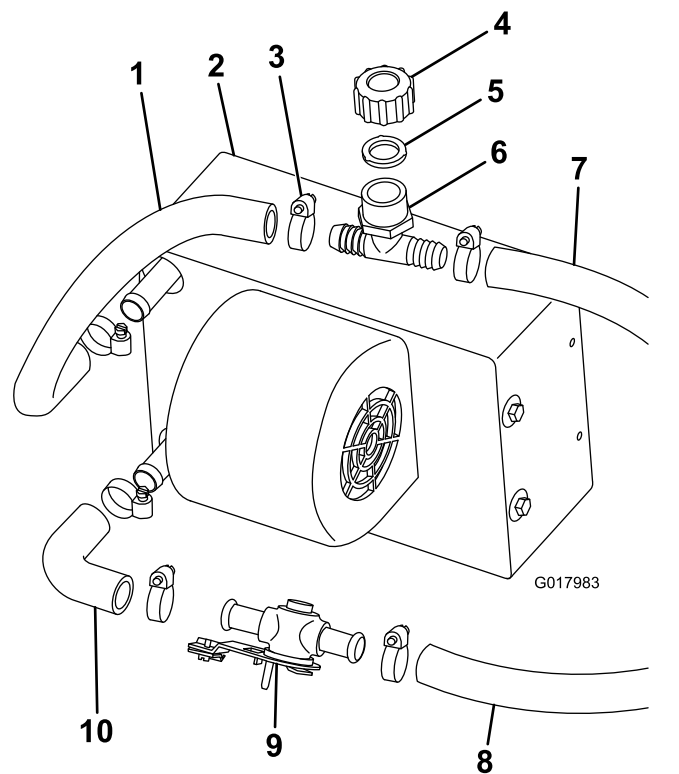

Figura 2
1. Instale, sem apertar, o tubo em cotovelo na parte de baixo do encaixe do conjunto do aquecedor com uma braçadeira de tubos (Figura 2).
2. Ligue a válvula do aquecedor ao tubo em cotovelo com uma braçadeira de tubos (Figura 2).
3. Corte um pedaço de 31 cm de tubo ($\frac{5}{8}$ pol.) e prenda-o à parte de cima do encaixe do conjunto do aquecedor com uma braçadeira de tubos (Figura 2).
4. Ligue o enchimento em T branco, a junta e o tampão ao tubo superior do aquecedor com uma braçadeira de tubos (Figura 2).